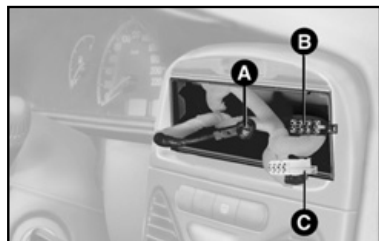

fig. 79
- cabo de alimentação do auto-rádio **C-fig. 79**.
- cabo para alto-falante dianteiro (Palio Fire Flex, Siena Fire Flex e Strada Fire) e traseiro **B-fig. 79** (Palio Fire Flex e Siena Fire Flex).
- cabo com conector para antena **A-fig. 79**.